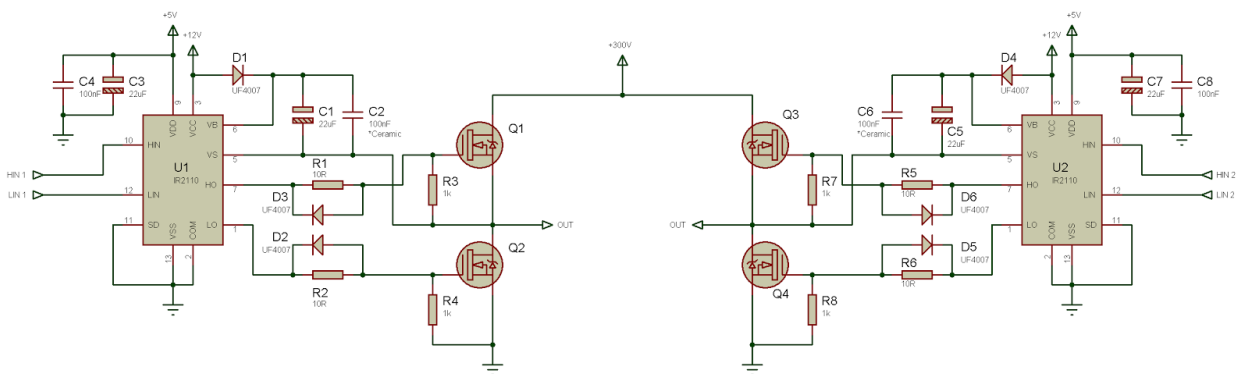

Figura 02. Circuito para controlar bidireccionalmente un motor CC.
**5.2 Control bidireccional de motor.-** Simular el circuito de la figura 02 en Proteus, armar el circuito en protoboard, y controlar a un motor de CC de modo bidireccional. Con un circuito de control (Pic, Arduino, etc), aplicar las señales que activarán al motor de modo bidireccional, aplicando la tecnología PWM para controlar la velocidad.